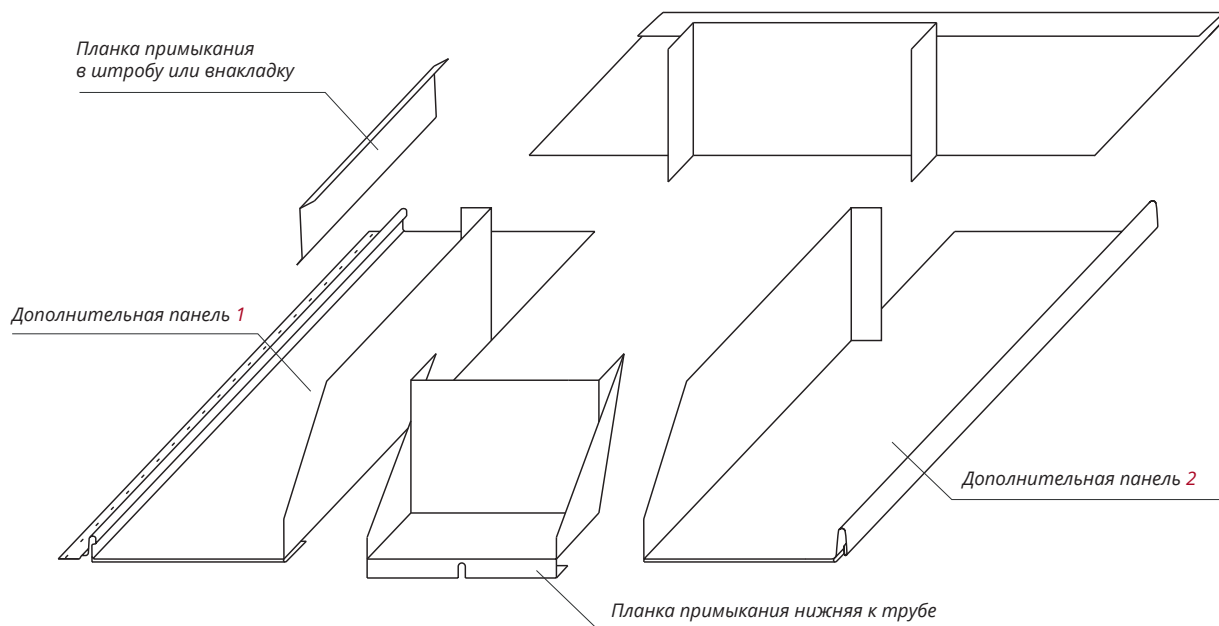

Рисунок 2
Планка примыкания верхняя к трубе, Планка примыкания нижняя к трубе, две дополнительные панели длиной равной длине трубы по скату + 425-475 мм. (Рис. 2).
- В верхней части заготовки срежьте лишний металл согласно рис. 2, сделайте загиб 30 мм (загиб позволит отвести воду от точки нахлеста).